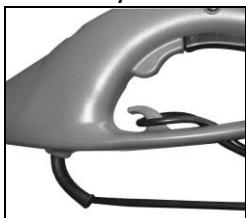

Рис.3С
3. Установите этот узелок на конец главной рукоятки и закройте (Рис.3С).